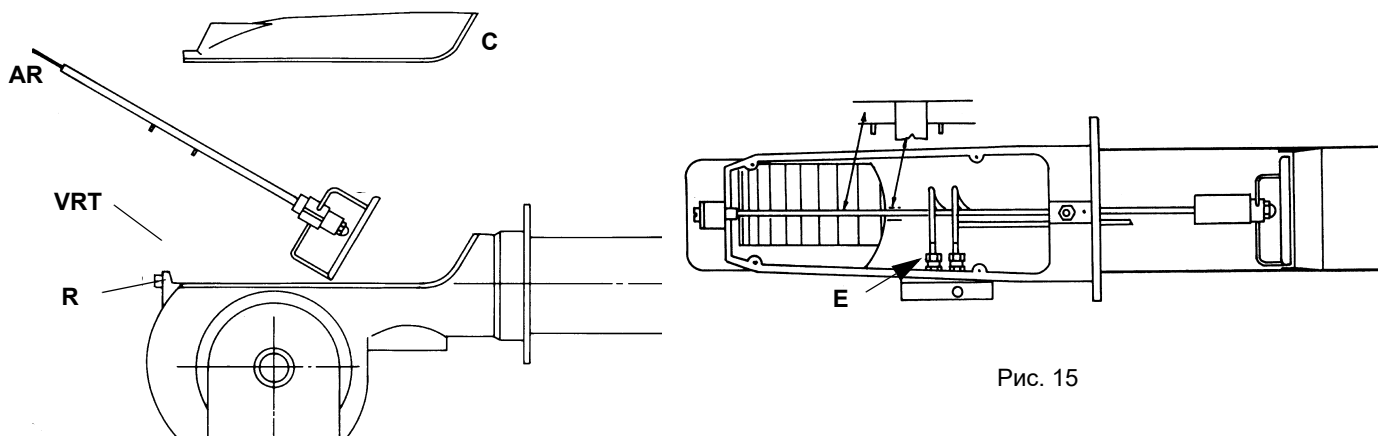
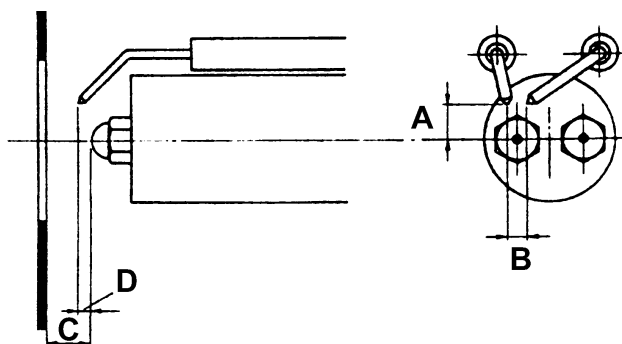

Рис. 15
Рис. 16
- Разобрать, проверить и почистить головку сгорания (см. Рис. 15), при повторном монтаже тщательно соблюсти все размеры, указанные (см. Рис. 16).
В целях обеспечения хорошего процесса горения, необходимо, чтобы были выдержаны размеры, указанные в Рис. 16. Перед тем, как вновь устанавливать головку сгорания на место, необходимо убедиться в том, что стопорный винт группы электродов хорошо затянут.
- 5) вынуть электрод и заменить его, выдерживая размеры, указанные на Рис. 16.